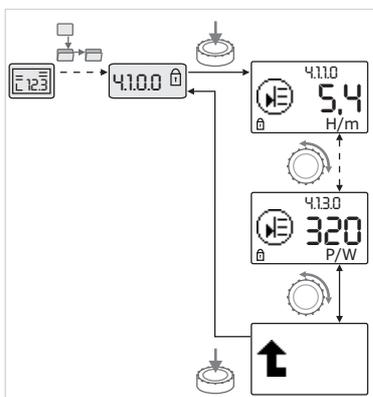

Fig. 40: Richiamo di informazioni
- Ruotando il pulsante di comando selezionare gli elementi di menu del tipo "Informazioni" dell'attuale sottomenu (vedi Fig. 40). Per la spiegazione delle impostazioni rappresentate da simboli vedi la tabella nel capitolo 8.7 "Riferimento elementi di menu" a pagina 110.